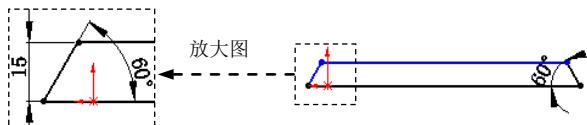

图 17.8.25 横断面草图
(5) 编辑边线一法兰草图。在设计树的 边线-法兰1 上右击，在系统弹出的快捷菜单上单击 命令，系统进入草图环境。绘制图 17.8.25 所示的横断面草图。退出草图环境，此时系统完成边线一法兰 1 的创建。